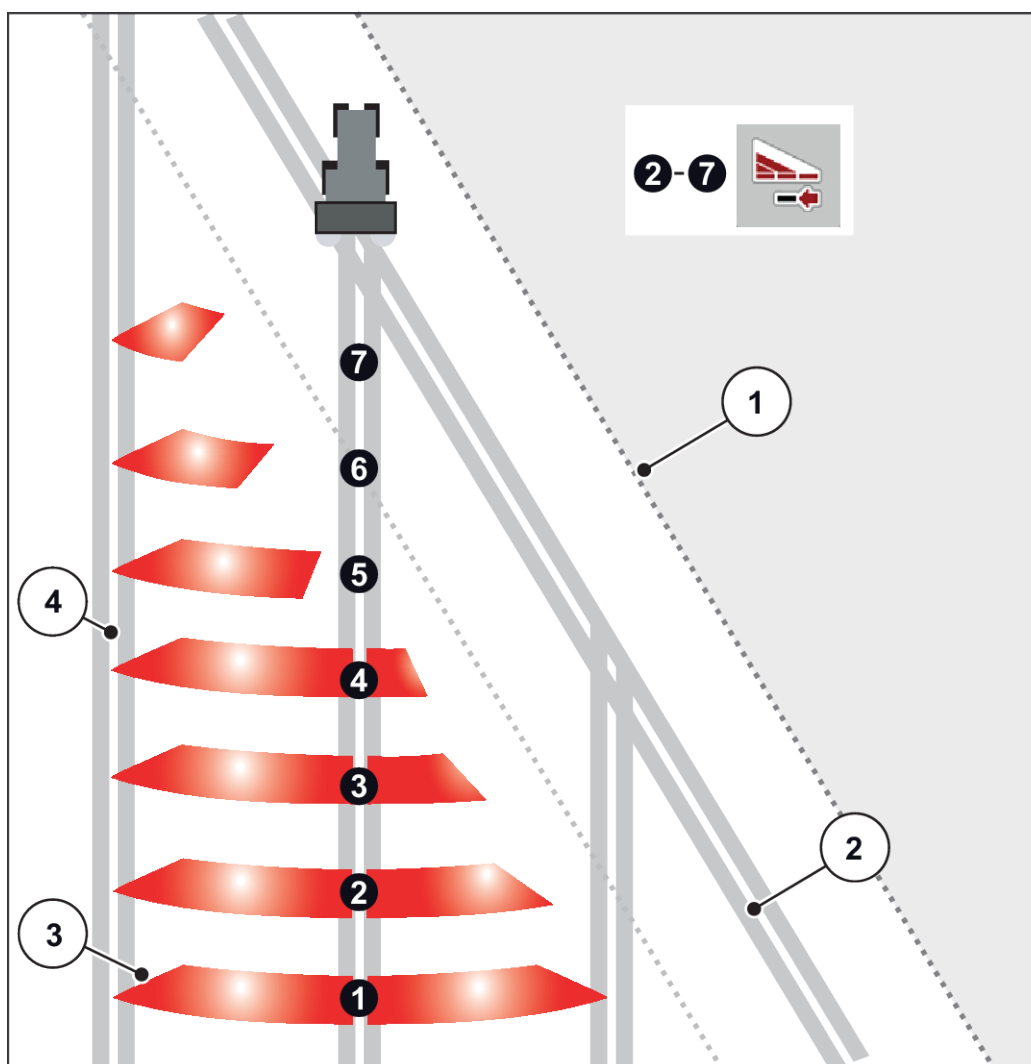

Fig. 46: Coupure de tronçons automatique
- La coupure de tronçons est possible de l'extérieur vers l'intérieur ou de l'intérieur vers l'extérieur. Voir Fig. 46 Coupure de tronçons automatique.